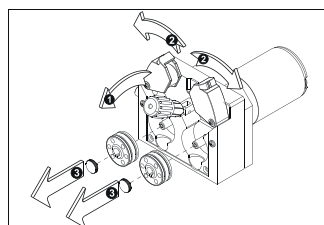

Figura 13: Remover Os Rolos De Acionamento Do Fio
- Se você precisar substituir os roletes de alimentação de arame, empurre a alavanca do rolete de pressão em sua direção. Após puxar e levantar os roletes de pressão, desaparafuse os parafusos dos roletes de alimentação de arame e remova os roletes existentes (Figura 13).